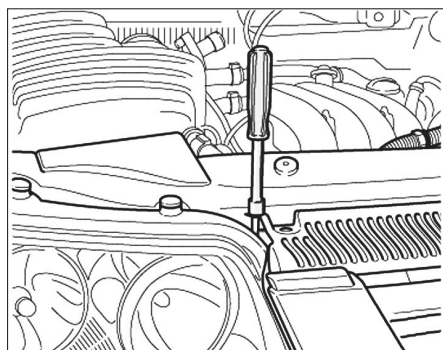
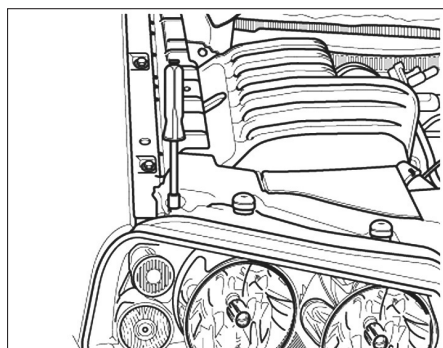

Fig. 35
Fig. 36
- Desserrer les vis intérieures de fixation (Fig.35) et (Fig.36).